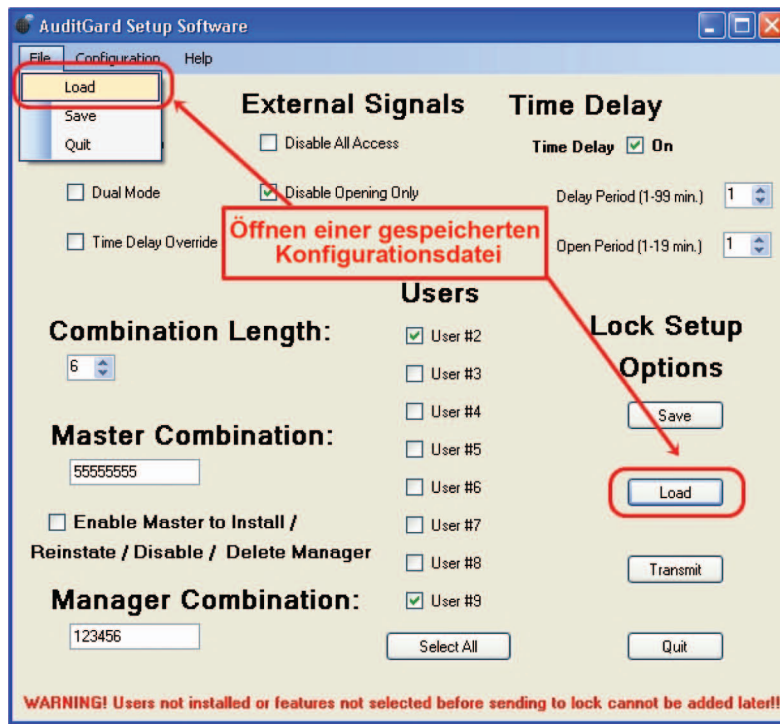

Abbildung 20
1. Klicken Sie auf die Schaltfläche **Load**, oder wählen Sie auf der Menüleiste im Menü „File“ die Option „Load“ aus (Abbildung 20).